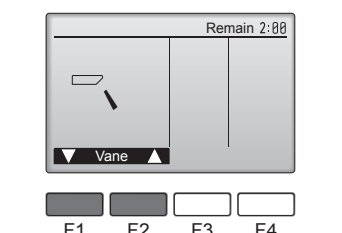

Fig. 7-4
- ② Druk op de toets [SELECTEREN] om het scherm voor waaierinstelling (Vane) weer te geven en druk op de functietoetsen [F1] en [F2] om de automatische waaierinstelling te controleren. (Fig. 7-4)